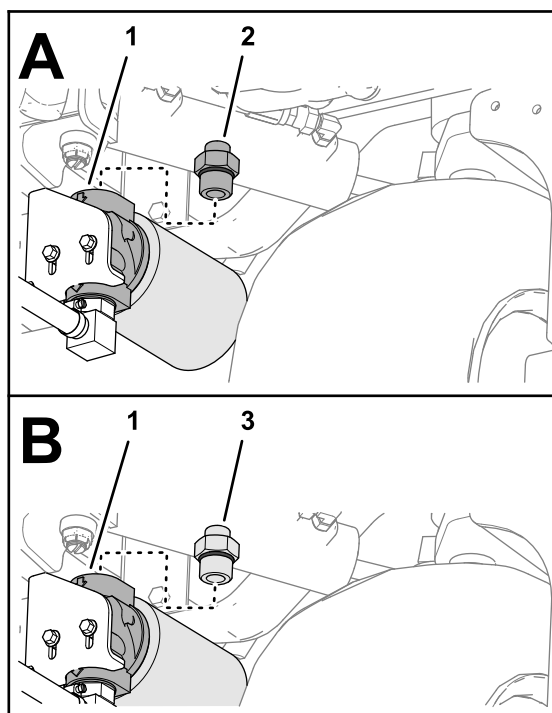

Рисунок 31
3. Выверните штуцер из верхнего отверстия головки фильтра (**Рисунок 31**).
4. Установите прямой штуцер (торцевое уплотнение -8 с уплотнительным кольцом / 1-1/16 дюйма SAE) в верхнее отверстие головки фильтра (**Рисунок 31**).